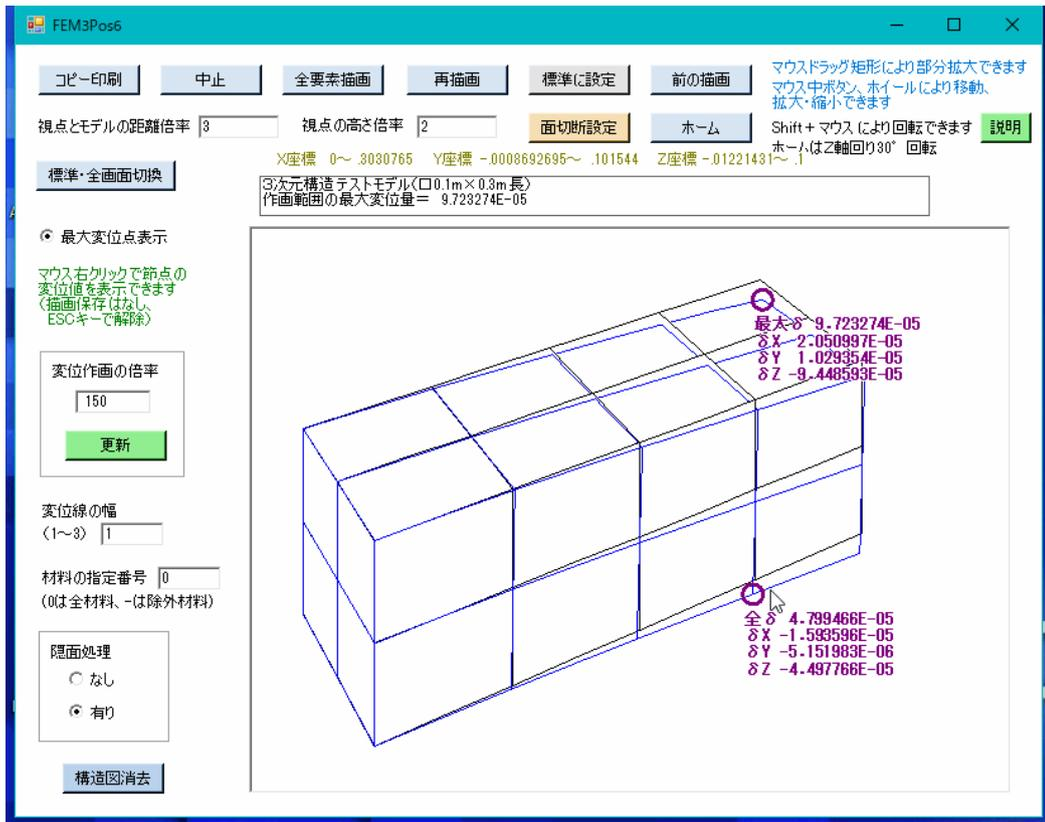

図7-14 変位図の作画画面（マウス右クリックの節点の変位値表示）
- ⑥マウス右クリックで任意の節点を選択すると、図7-14のように同節点の変位値が表示されます。
- ⑦「標準・全画面切替」ボタンをクリックすると、標準画面と全画面を切り換えることができます。また、画面Formの右下コーナー等をマウストラッグすることにより、標準画面と全画面の間で自由に拡大・縮小できます。
- ⑧マウス中ボタン、ホイールにより移動、拡大・縮小を行なうことができます。中ボタンを押したまま動かせば図形を移動できます。また、ホイールの回転により拡大・縮小ができます。
- ⑨マウスドラッグ矩形により、変位図の一部分を拡大できます。操作方法は前述の等高線図と同じです。
- ⑩繰り返して描画を実施した場合、「前の描画」ボタンをクリックすると1つずつ前の描画にさかのぼることができます。
- ⑪「面切断設定」ボタンをクリックすると、面切断設定の画面に移り、面切断の仕方を設定できます。操作方法は等高線図の作画と同じです。
- ⑫本画面で「コピー印刷」ボタンをクリックすると、プリンターで画面コピーを印刷できます。